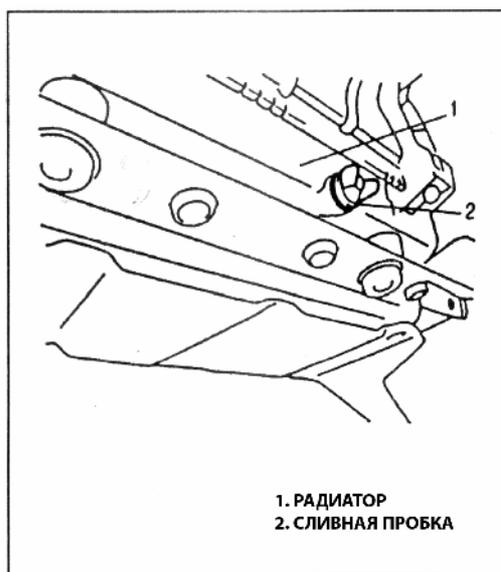

Рис. 21
3) Слейте ОЖ из системы охлаждения (Рис. 21).